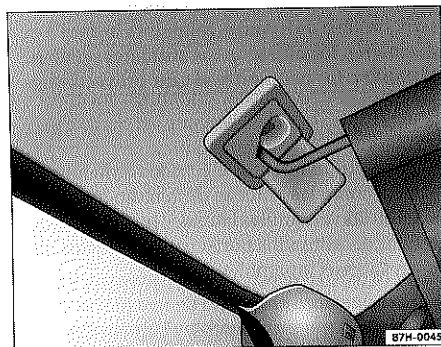

Fig. 90 Enganche correcto del extremo de la varilla en el techo, lado izquierdo detrás del asiento delantero
- ① Extremos en forma de T que se introducen en los alojamientos del techo ⇒ página 106, fig. 90.
3. Enganche la parte superior de la red de separación en el lado izquierdo ⇒ fig. 90. Cerciórese de que el extremo en forma de T queda bien enganchado en la parte inferior del alojamiento.